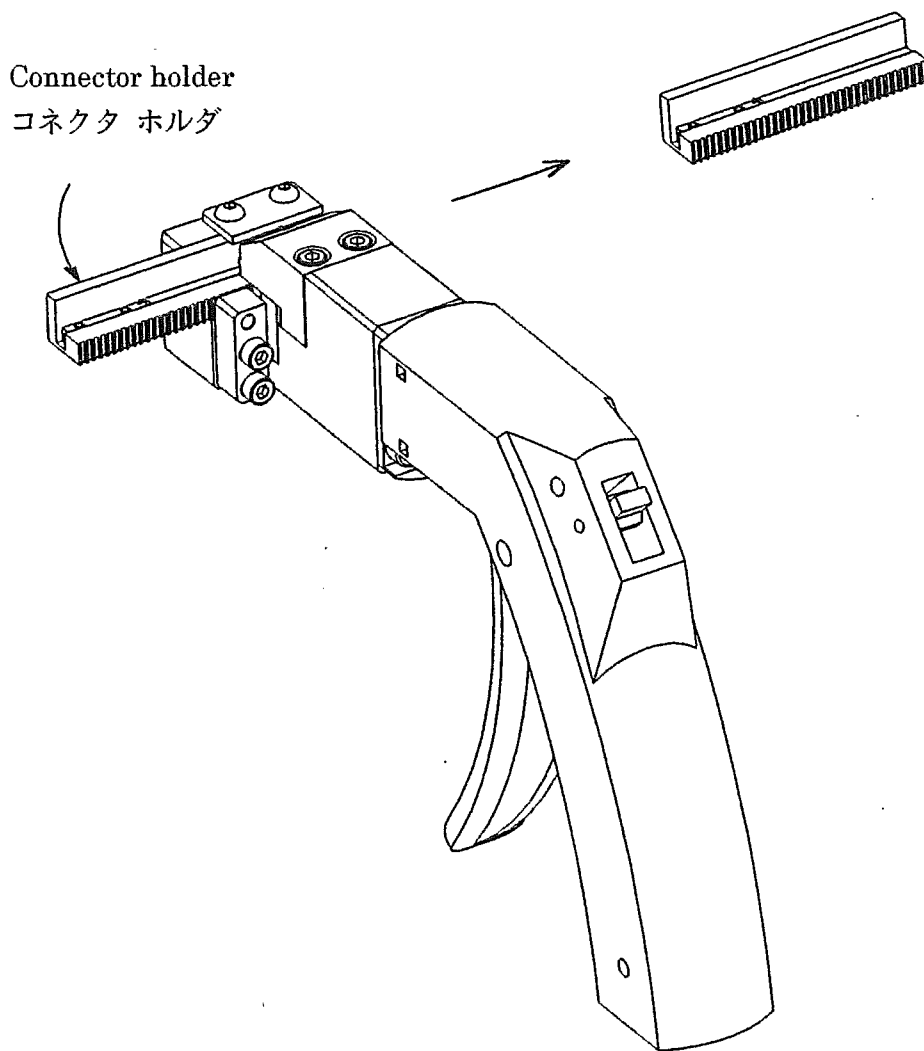

Fig. 2
- 1) コネクタホルダを Fig. 2 の矢印方向に動かして取り外して下さい。この際矢印方向と逆に無理な力を加えないで下さい。故障の原因となります。
- 1) Remove the connector holder from the head assy by pushing toward arrow direction in Fig.2. Do not push the holder to opposite direction to prevent damage to the tool.